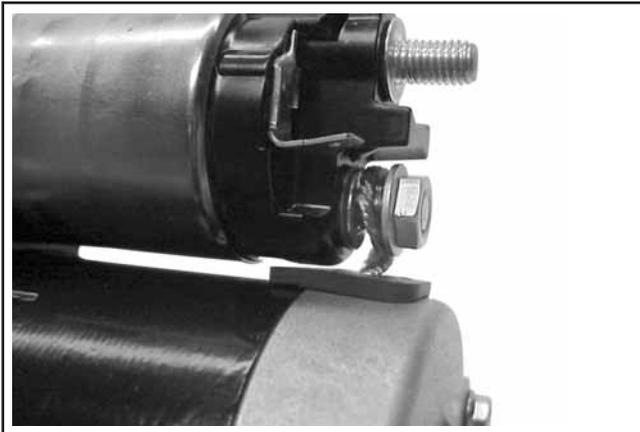

Figura 8-28. Ligar o Cabo da Escova.
14. Ligue o fio entrançado (escova) ao terminal solenóide principal inferior e fixe com a porca de flange hexagonal. Consulte a Figura 8-28.